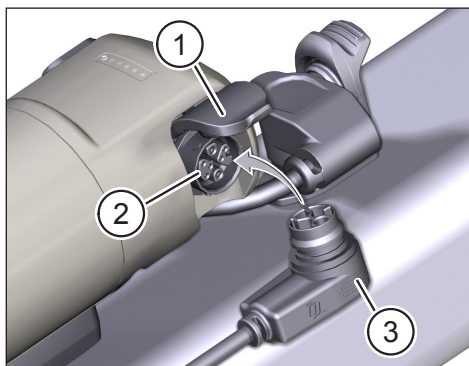

Fig. 26: Ladda räckviddförlängaren
- ▶ Öppna locket (nr 1 i fig. 26) på räckviddsförlängarens laddningsport.
- ▶ Kontrollera att kontakterna i laddningsporten (nr 2 i fig. 26) är fria från smuts och rengör dem vid behov.
- ▶ Sätt i laddarens laddningskontakt (nr 3 i fig. 26) i laddningsporten på räckviddsförlängaren.